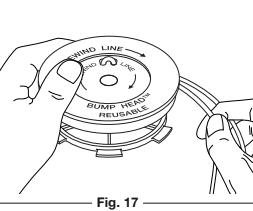

Fig. 17
7. Enroulez les fils en couches uniformes serrées sur le moulinet (Fig. 17). Enroulez le fil dans le sens indiqué sur le moulinet intérieur. Placez votre index entre les deux fils pour les empêcher de se superposer. Né superposez pas les extrémités du fil. Passez à l'étape 11.